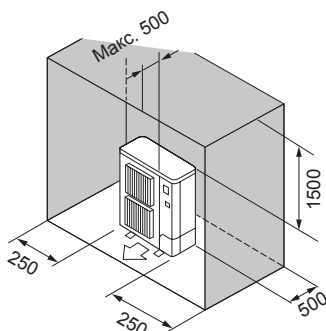

Fig. 2-8
- ⑥ Арт жақтағы, бүйір жақтағы және жоғарғы жақтағы кедергілер (Fig. 2-8)